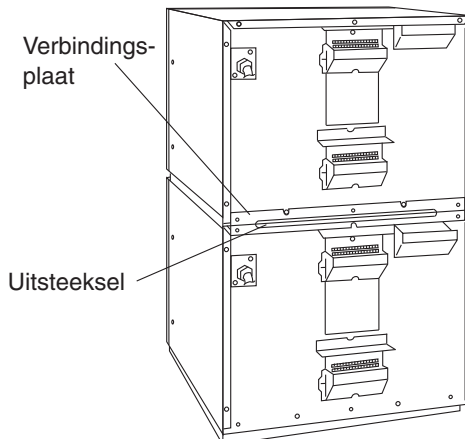

Fig. 2
4. Bevestig de vijf schroeven (a) en de schroef (b) en draai ze aan. Zie Fig. 2.